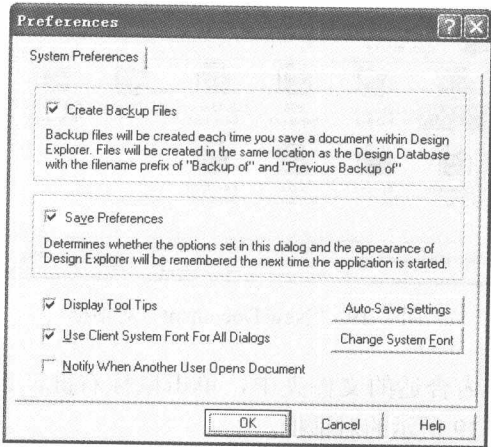

图 1-17 “设置系统参数”对话框（文字显示完整）
5) 设置完成后，单击 **确定** 按钮，完成字体的设置。此时，再执行步骤 1)、2)，将显示如图 1-17 所示的对话框。